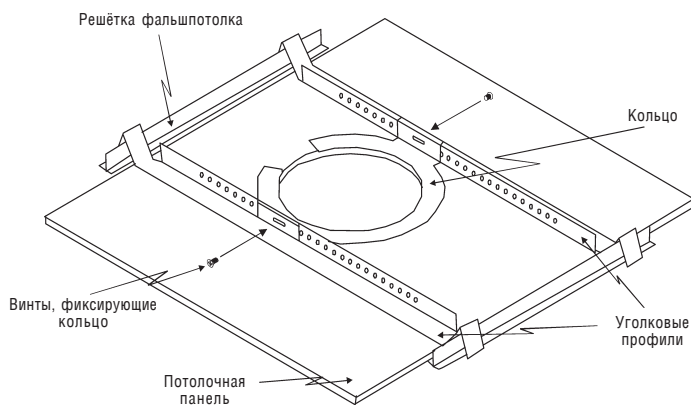

Рис. 2. Установка громкоговорителей в потолок
- 1 Разместите кольцо на отверстии, выпиленном в панели (со стороны «потолка»). Держатели на кольце разместите параллельно будущим угловым профилям (см. рис. 2).